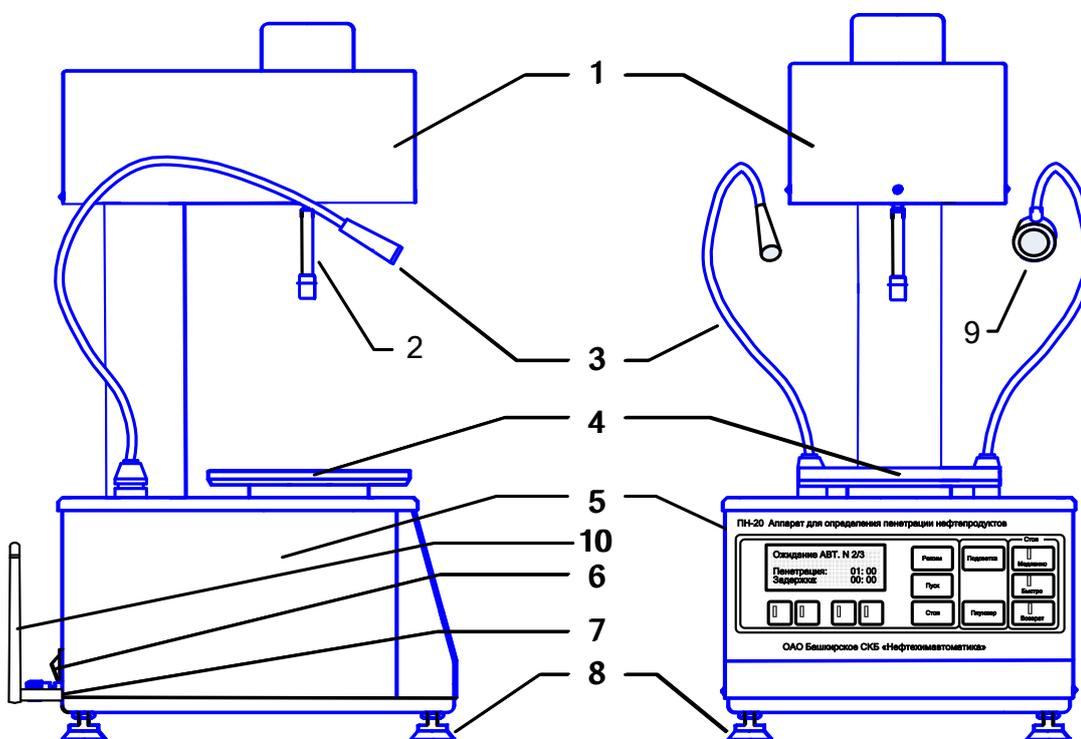

Рисунок 1 – Общий вид пенетрометра
- 3.3.1 Подключить пенетрометр к сети питания, включить его тумблером «Сеть» (см. рисунок 1).